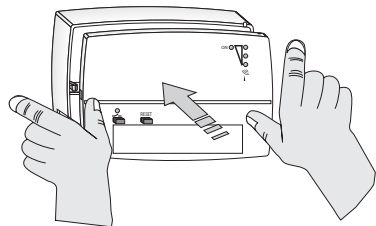
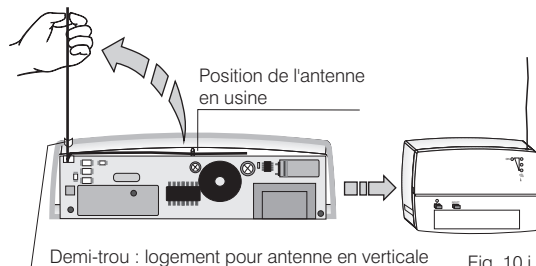

Fig. 9.i
Fig. 10.i
- Pousser avec les deux mains la partie avant sur la base, comme illustré dans la figure 9.i, jusqu'au dé clic de verrouillage des crochets appropriés de la base.
- Faire passer le fil dans le petit trou prévu approprié (fig. 10.i)
- Refermer attentivement le récepteur (fig. 9.i - fig. 10.i).